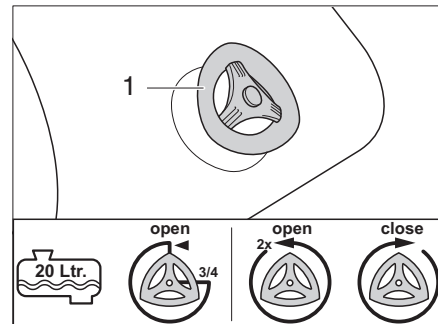

Bild 251 Ablasshahn
- 1/2 voll oder weniger: Den Ablasshahn (Bild 251,1) eine 3/4-Umdrehung gegen den Uhrzeigersinn drehen.
- 3/4 voll und mehr: Den Ablasshahn (Bild 251,1) 2 Umdrehungen gegen den Uhrzeigersinn drehen.
- Ablasshahn (Bild 251,1) im Uhrzeigersinn schließen.